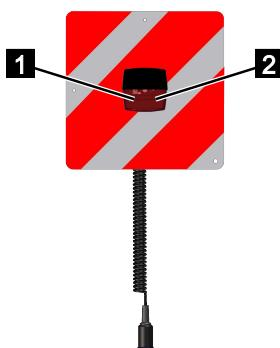

Abb. 263
- Bremslicht 12V//21W (Abb.263/1)
- Abblendlicht 12V/10W (Abb.263/2)